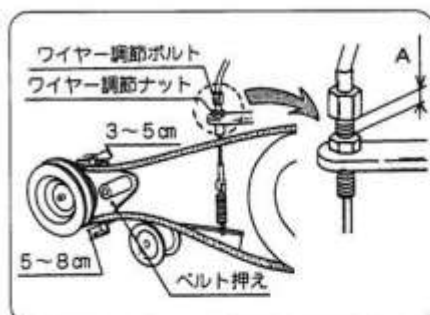

図30
- ① ワイヤ調節ナットをゆるめてください。(図30)
- ② ワイヤ調節ボルトを上にしてA寸法を長くしてください。(図30)